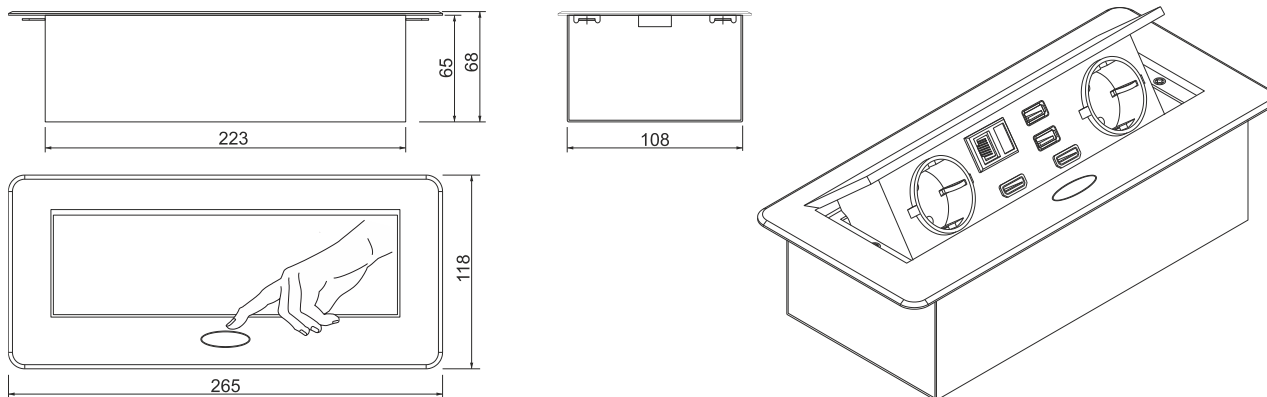

Рис. 1
- Блок розеток выдвижной горизонтальный 11.800.02.036 (Рис.1) (в дальнейшем — блок розеток) подходит для установки на рабочем столе дома и в офисе, на рабочей станции, в гостиничном номере, конференц-зале.
- Размеры блока розеток указаны на Рис.1.